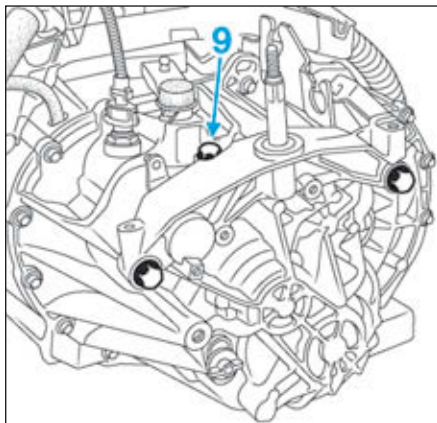

FIG.8
- Déposer la vis supérieure (9) (Fig.8) du support de boîte de vitesses robotisée de la suspension pendulaire gauche.